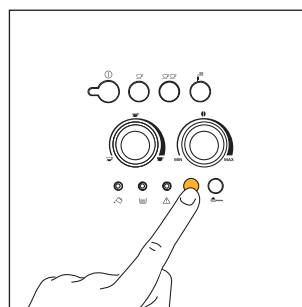

Fig. 14
1) Se tirar uma chávena de café curto (inferior a 60cc) logo depois de ligar a máquina, utilize a água quente do enxaguamento para pré-aquecer as chávenas (consulte o conselho no par. 4.3 ponto 5). **Se, porém, decorrerem mais de 2/3 minutos após a preparação do último café, antes de tirar novamente um café é necessário pré-aquecer o infusor premindo a tecla ☕☕ (fig. 14).** Deixe que a água flua para a pingadeira subjacente ou utilize esta água para encher (e